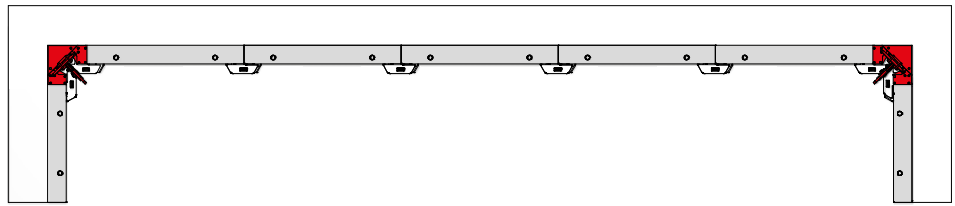

Abb. 57.1
1. Nach der Betonage M-Schalchlösser an Ausschalecke entfernen (Abb. 57.1).